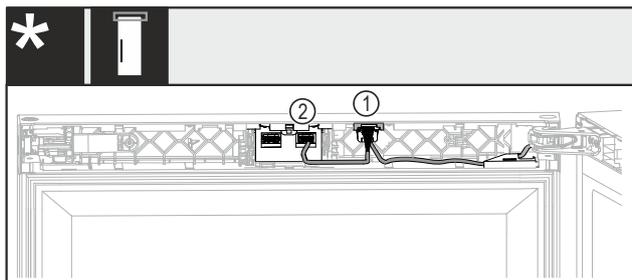

Fig. 45 Senza serratura o con serratura meccanica*
- ▶ Inserire la spina con entrambi i cavi Fig. 45 (1) nella guida.*
- ▶ Innestare la spina con un cavo Fig. 45 (2) nel nido destro.*